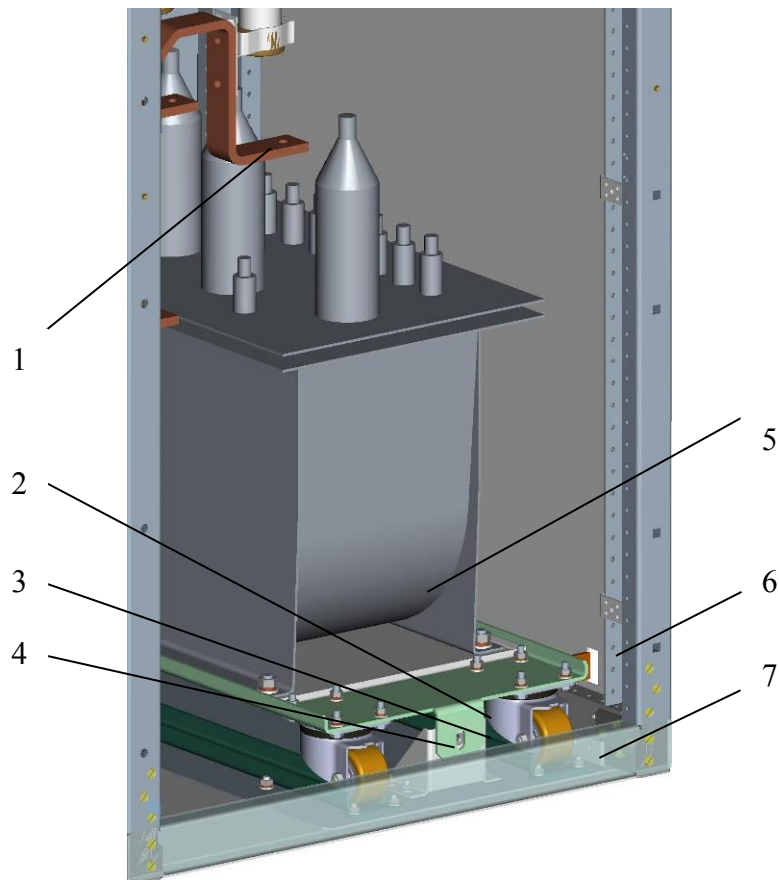

Рисунок 25 - Монтаж ТН в КСО
- открутить четыре болта М6 снять съемную планку 7 (рисунок 25) каркаса с лицевой стороны;